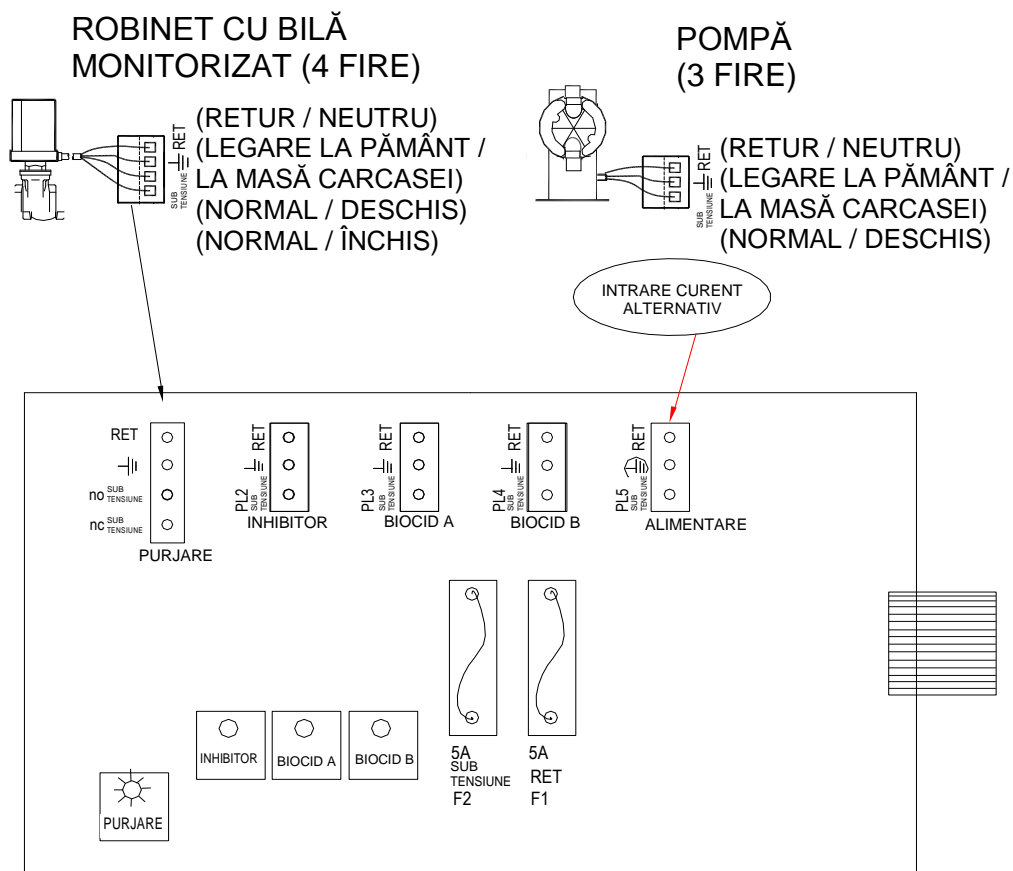

Fig. 6
Circuitele electronice de intrare ale *MicroVision* sunt protejate printr-o siguranță înlocuibilă de cinci amperi atât pe intrările sub tensiune, cât și pe cele neutre (Fig . 6).
Controlerele cu tuburi de cablu au orificii pentru conexiunile cablurilor pozate în tuburi pentru cablarea componentelor. (A se vedea Fig. 6) pentru conexiunile electrice de intrare și ieșire. Utilizați doar un conductor torsadat de 1,2 mm² pentru conexiunile cablurilor electrice și de sarcină. Curentul de alimentare (intrare) este conectat prin intermediul **PL5** aflat pe placa de relee (Fig. 6). Partea superioară a acestei reglete de borne este demontabilă pentru a permite un acces facil la cele trei (3) șuruburi ale conectorului.
Conexiunile de joasă tensiune se găsesc pe placa de joasă tensiune (partea dreaptă) (Fig. 6).